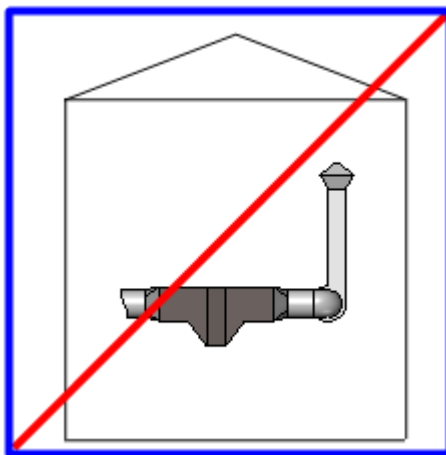

РИС. 5. ЗАПРЕЩЕНО ИСПОЛЬЗОВАТЬ ДЛЯ ОЧИСТКИ ПРИТОЧНОГО ИЛИ РЕЦИРКУЛЯЦИОННОГО ВОЗДУХА
- для очистки приточного и рециркуляционного воздуха (Рис. 5);